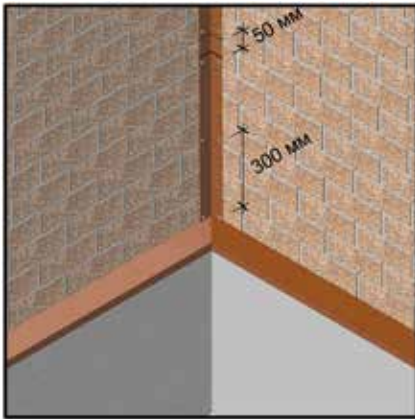

Рис. 23 Устройство внутренних углов при помощи металлических уголков.
8.3.2 Внутренние металлические уголки монтируются и крепятся аналогично внешним (рис. 23).